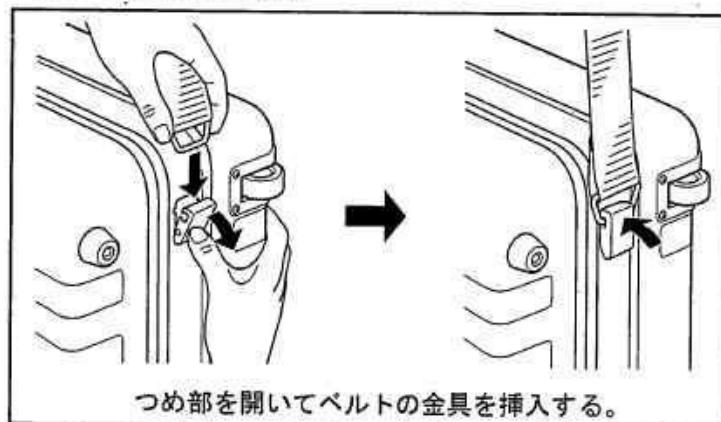

図 3.2
- ・ ベルトを使用する際はベルトの両端をケースに確実に取付けてください。確実に取付けられていないと持ち上げた時ベルトが外れるおそれがあります。(図 3.2 参照)